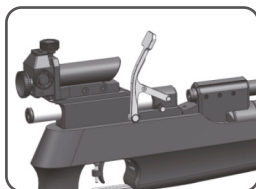

Fig. 4
2) La boca de carga quedará al descubierto. Cargue el balín correctamente orientado a través del orificio (Fig. 4)